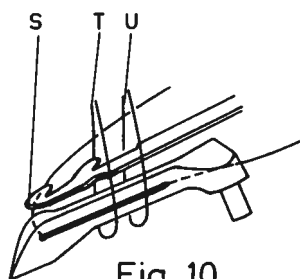
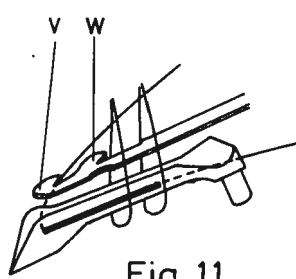

Fig. 10
Fig. 11
7. The setting of the lower knife tip as described in item 6 is a basic adjustment. It must be rechecked according to Fig. 10 and Fig. 11. The lower knife must pass through the needle thread loops (T and U, Fig. 10) and deflect the looper thread at edge (S). As the lower knife swings back, the looper thread must be caught by cutting edge (V, Fig. 11) and the needle threads by cutting edge (W, Fig. 11) and drawn back to the upper knife.
7. Die Einstellung der Untermesserspitze nach Punkt 6 ist eine Grundeinstellung. Sie muß entsprechend Fig. 10 und Fig. 11 überprüft werden. Das Untermesser muß durch die Nadelfadenschleifen (T und U, Fig. 10) hindurchgehen und an der Kante (S) den Greiferfaden ablenken. Beim Zurückschwenken des Untermessers müssen der Greiferfaden von der Schneide (V, Fig. 11) und die Nadelfäden von der Schneide (W, Fig. 11) zum Obermesser gezogen werden.